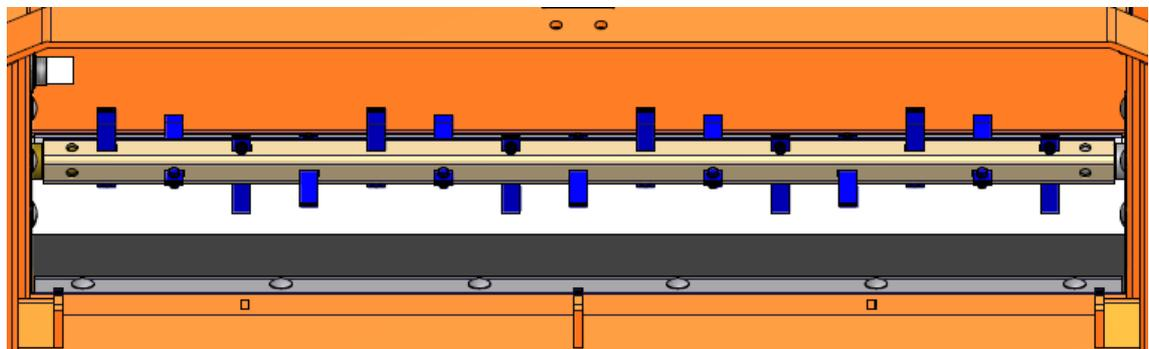

Abb. 16 Rührwelle inkl. Federpaketen
10. die einzelnen Federpakete (Abb. 16, blau dargestellt) mit Hilfe eines Hammers und einem Hartholzklötz aus der Welle heraus schlagen